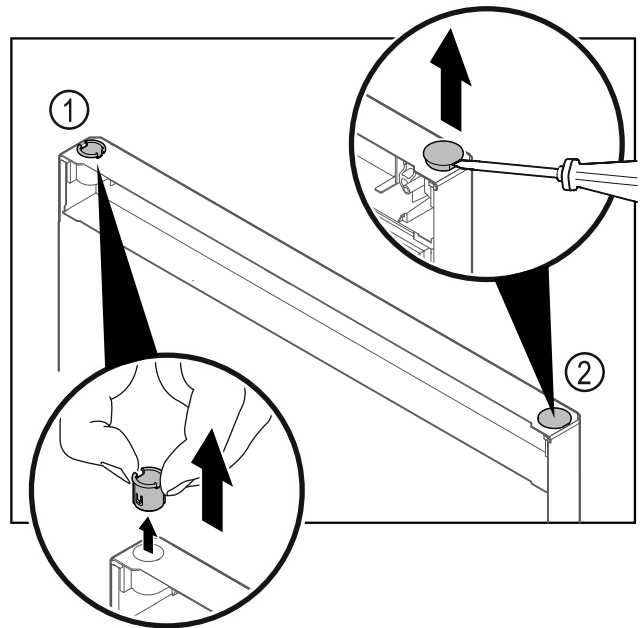

Fig. 35 Πόρτα τμήματος κατάψυξης
- ▶ Τραβήξτε έξω την υποδοχή μεντεσέ Fig. 35 (1) με τα δάχτυλα.
- ▶ Ανασηκώστε προσεκτικά την τάπα Fig. 35 (2) με ένα ίσιο κατσαβίδι και τραβήξτε την έξω.